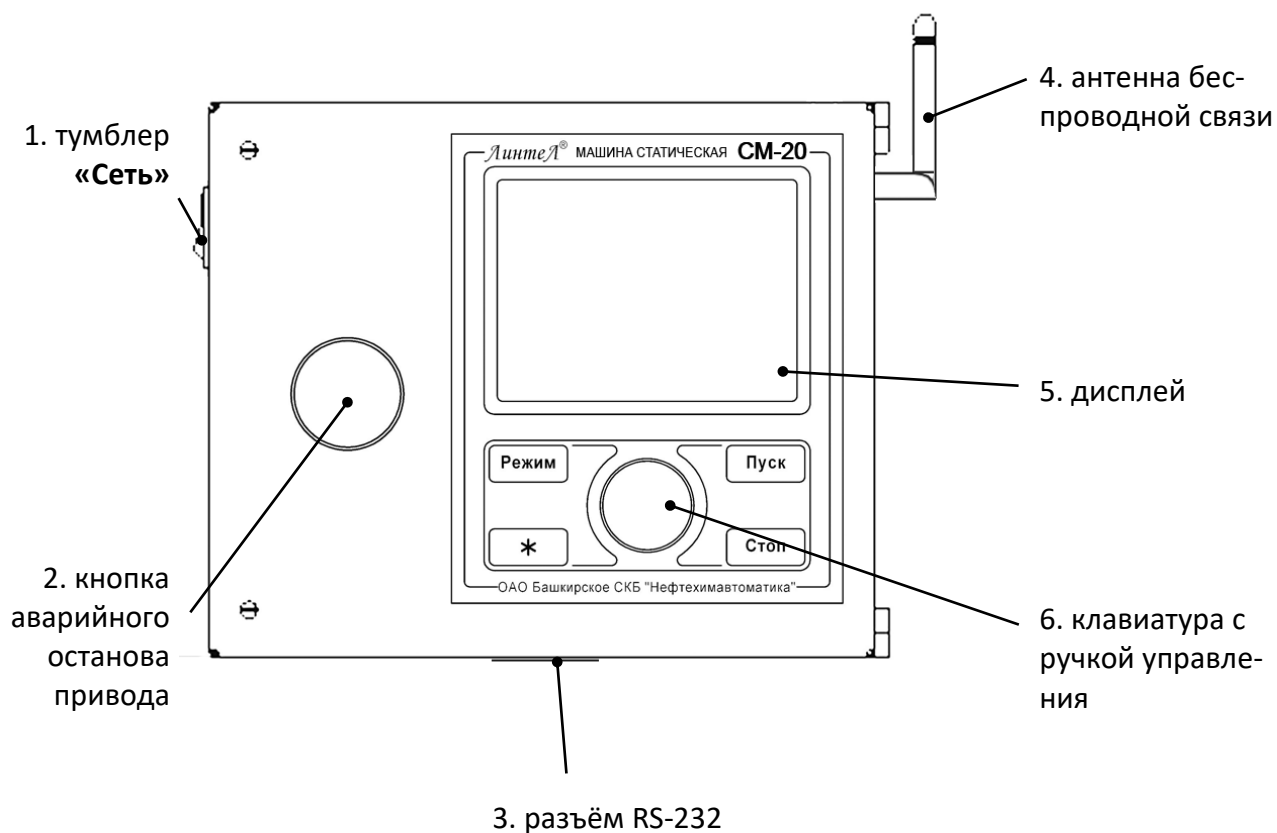

Рисунок 3 – Блок управления
2.3.2.3 На блоке управления расположены органы управления машиной и интерфейсные разъёмы (см. рисунок 3).
- 9) Режим работы – непрерывный. После окончания работы машина выключается тумблером «Сеть» на левой стенке блока управления (см. рисунок 3, страница 5).